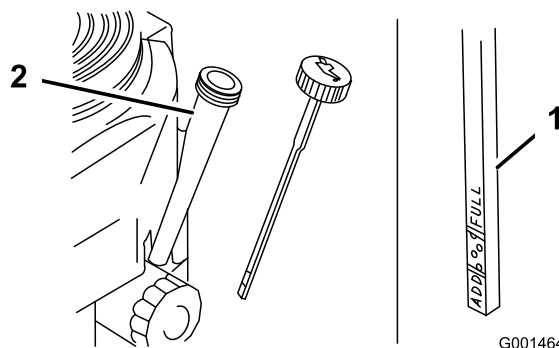

Figura 26
4. Pulite attorno all'asta di livello (Figura 26) in modo che la morchia non possa penetrare nel foro di rifornimento e danneggiare il motore.
5. Svitare l'asta di livello dell'olio e pulitene l'estremità (Figura 26).
6. Inserite a fondo l'asta di livello nel tubo di rifornimento, senza avvitare (Figura 26).
8. Versate lentamente nel tubo di rifornimento (Figura 26) l'80% circa dell'olio indicato.